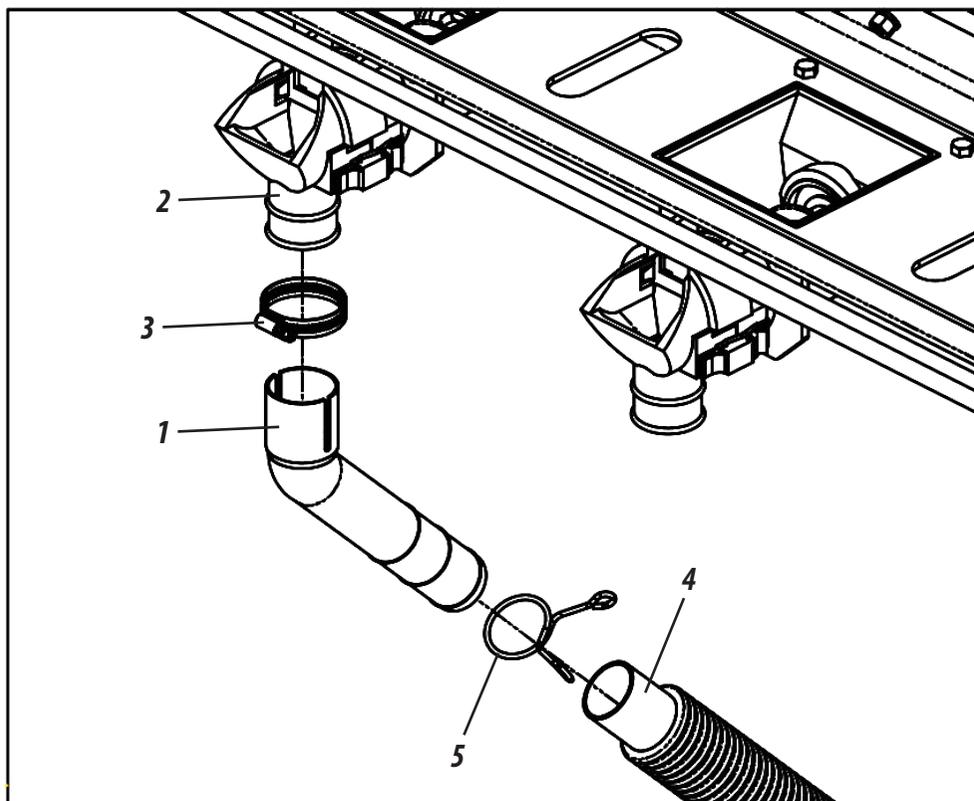

Figura 38
Para conduzir o fertilizante do distribuidor até o solo, encaixe as bicas em grau (1) nas saídas do condutor fertisystem (2) através das presilhas (3). Em seguida, coloque os mangotes (4) nas bicas em grau (1) através das presilhas (5), conforme mostra a figura 38.